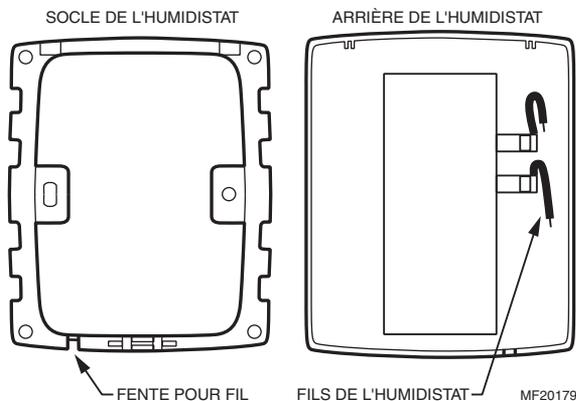

Fig. 14. Socle et vue arrière de l'humidistat.
7. Connecter les fils basse tension aux conducteurs et remettre le boîtier du H8908. Voir la Fig. 14.